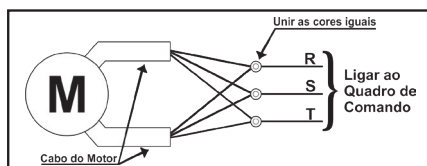

Figura 16b – Esquema de ligação motores trifásicos com 02 cabos chatos ou 06 cabos unipolares
- Quando a tensão for 380 V deve-se unir e isolar um dos cabos do motor. O outro cabo deve ser conectado a rede elétrica conforme figura 16b.